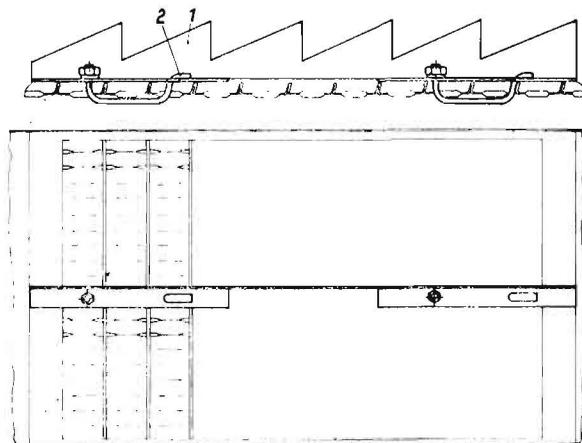

Bild 8
4.2.8. Förderschiene (Bild 3 – Pos. 9 und Bild 8)
Auf der Schüttlermitte sind auf den sich an die Stufenbleche anschließenden sieben Schüttlerstufen pro Schüttler sieben Förderschienen (Bild 8 – Pos. 1) mit den dafür vorgesehenen Bügelschrauben (Bild 8 – Pos. 2) zu befestigen. Die bereits vorhandenen zwei Förderschienen pro Schüttler sind dazu mit zu verwenden. Zur Befestigung sind selbstklemmende Muttern M 6 TGL 27689-8 zu verwenden. Diese müssen bei Montage geölt werden.